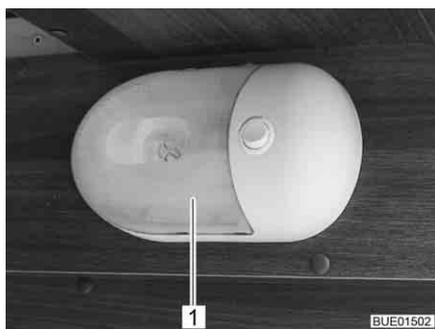

Bild 213 Aufbauleuchte
- Transparente Abdeckung (Bild 213,1) vorsichtig auf beiden Seiten zusammendrücken, leicht vom Schalter wegziehen und nach vorn abnehmen.